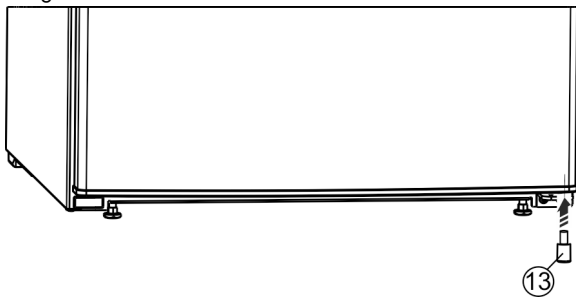

Fig. 27\*
- ▶ Afstandsdel Fig. 27 (13) anbringes igen nederst til højre i døren, da dette er vigtigt af hensyn til skabets stabilitet.\*